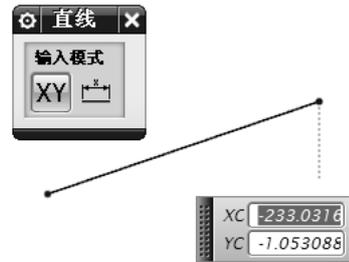

图 2-16 绘制直线
- (2) 直线 : 通过指定两点来绘制直线, 如图 2-16 所示。